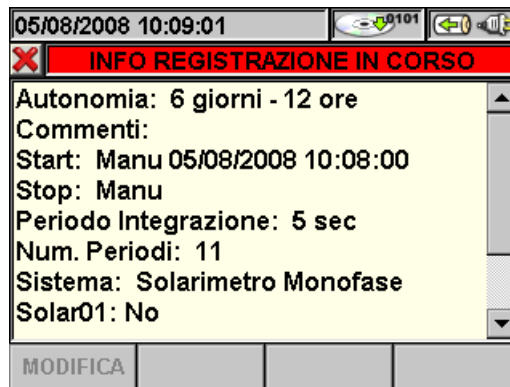

Fig. 113: Videata informazioni registrazione in corso con sistema FV impostato
6. Nella videata di Fig. 113 sono riportate le seguenti informazioni: